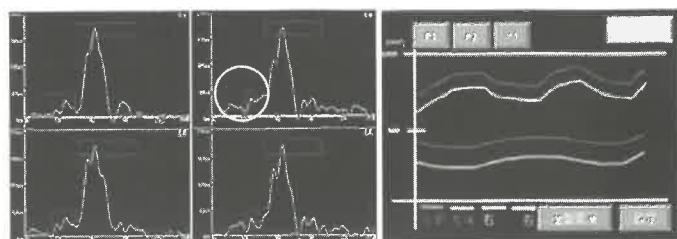
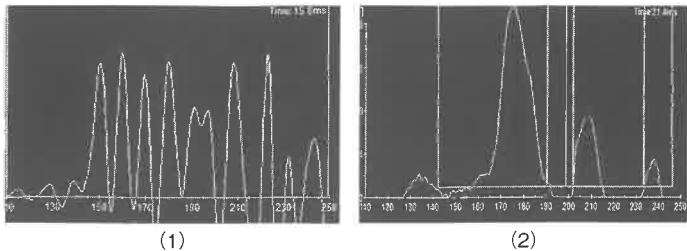

図5 波形・グラフ
図6 プレス剛性比較
エンインダストリーズのPLM-02は加工におけるプレス機械・ダイセットのひずみを波形・グラフに変換する(図5)。この波形・グラフから全体波形・各加工部(ストリッパ・抜き下死点)の状態・動的平行度(加工時の平行度)の情報を得ることができる。動的平行度は、静的な平行度とは異なり加圧時における各部(ストリッパ・抜き・下死点)の平行度の状態を検知して現実に即した問題点の明確化・金型の調整・改善に役立つことができる。
ひずみは加工時の圧力がかかった時に発生し波形が形成されるのだが、図6は同じ金型を異なる2台のプレス機械で加工を実施して製品精度の変化を確認した波形である。図6(1)は加圧時以外でもひずみが乱高下しているが、これはプレス機械の剛性を表している。剛性が低い場合には加圧時以外でもプレスフレームが伸縮している。図
6(2)は図6(1)と比較して加圧の状況を綺麗に転写している。波形は製品の精度に反映される。前述した波形からの解析だが、図5の○部はストリッパ部の状態を示している。この波形から、①ばねの圧力・与圧、プレートの剛性、②ストリッパプレートの当たりの強さ、③4点での動的平行度の確認など多くの情報が含まれている。実際に運用されている企業は、この情報を基にストリッパ部に多くの改善を実施しておりメンテナンスサイクル130%アップと効果を上げている。